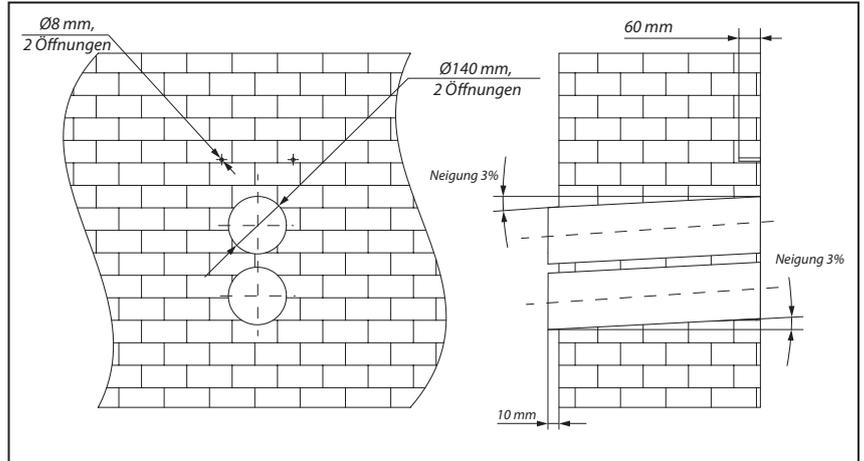

Abb. 6.
3. Nehmen Sie die Schablone ab, bohren Sie die Kernlochbohrungen 2-3% nach unten geneigt für die Lüftungsrohre und die Löcher für die Dübel 60 mm tief. Setzen Sie die Dübel aus dem Lieferumfang ein. Abb. 6